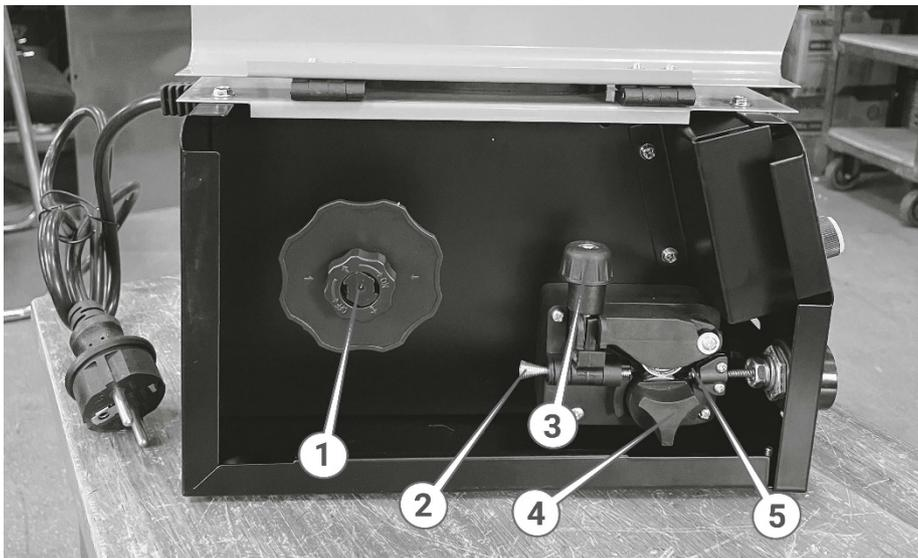

Рисунок 3. Відсік для зварювального дроту.
3. Відкрити кришку відсіку для зварювального дроту (рис. 3) та встановити котушку зі зварювальним дротом на установчий барабан (1, рис. 3) з урахуванням того, що напрямок обертання котушки під час розмотування зварювального дроту відбувається проти ходу годинникової стрілки.
4. Послабити фіксуєчий гвинт (3, рис. 3) та відкинути кронштейн із притискним роликом убік для доступу до напрямних механізму протягування.
5. Переконавшись, що на кінці дроту немає задирок, здатних пошкодити внутрішню частину тракту, вставити зварювальний дріт у вхідну напрямну (2, рис. 3) та просунути його у вхідну напрямну (5, рис. 3) зварювального рукава на 100–150 мм.
6. Вкласти зварювальний дріт у жолоб ролика подачі (4, рис. 3) під вибраний дріт діаметром 0,8 або 1,0 мм. За необхідності змінити положення ролика: відкрити фіксатор (4, рис. 3), встановити ролик потрібним боком та зафіксувати.
7. Повернути кронштейн із притискним роликом у робочий стан та притиснути її гвинтом (3, рис. 3).